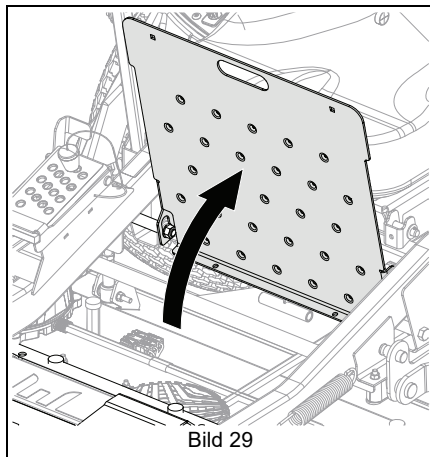

Bild 29
2. Vrid fotplattan bakåt tills den låses. Se Bild 29.